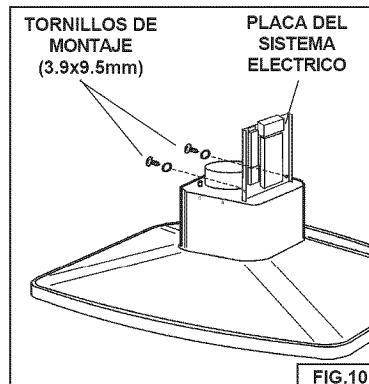

FIG. 10
1. Monte la Placa del sistema eléctrico a la campana con dos tornillos de montaje de 3,9 x 9,5 mm y dos arandelas dentadas. Fig. 10.